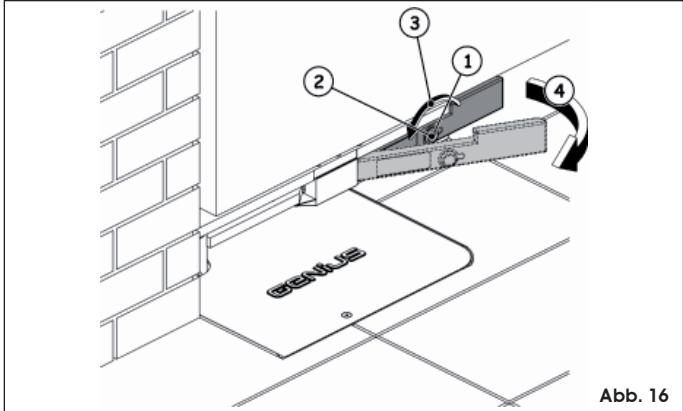

Abb. 16
- Schutzabdeckung des Elektroschlusses öffnen (Abb. 16 Bez. ①)
- Entriegelungsschlüssel in das Schloß einstecken (Abb. 16 Bez. ②)
- Schlüssel bis zum Anschlag in Pfeilerrichtung drehen (Abb. 16 Bez. ③)
- Hebel hochziehen (Abb. 16 Bez. ④)